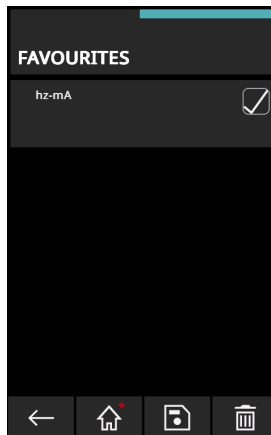

Abbildung 3-8: Lieblingsaufgaben
3. Um eine **Lieblingsaufgabe** zu löschen, wählen Sie das Häkchen für die Aufgabe aus, wie in Abbildung 3-8 gezeigt, und tippen Sie auf das **Löschen-Symbol** 🗑️. Der Bildschirm zeigt